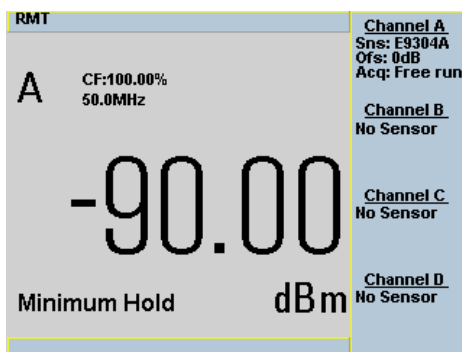

Abbildung 2-34 Messungsmodus im vollen Wortlaut
- 6 Drücken Sie , um das Messungsfenster im Vollbildmodus anzuzeigen. Der Messungsmodus wird im vollen Wortlaut im erweiterten Fenster angezeigt (siehe Abbildung 2-34).